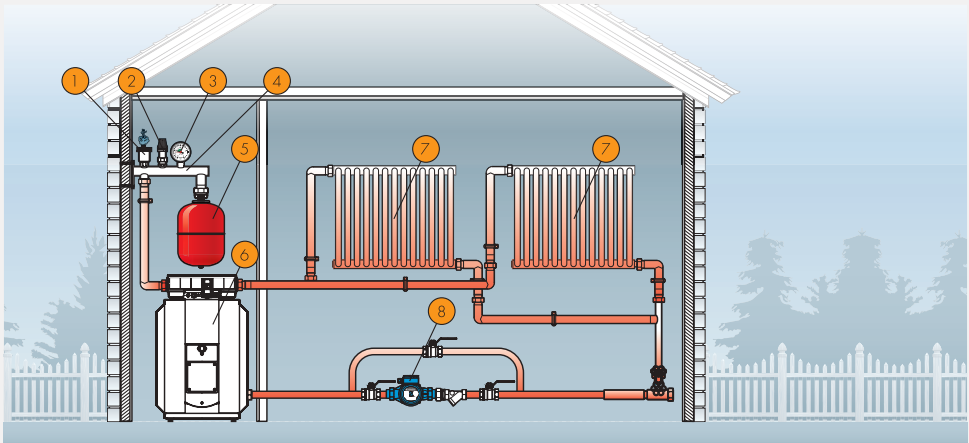

Рисунок 4
5.1 Монтаж расширительного бака (рисунок 4)